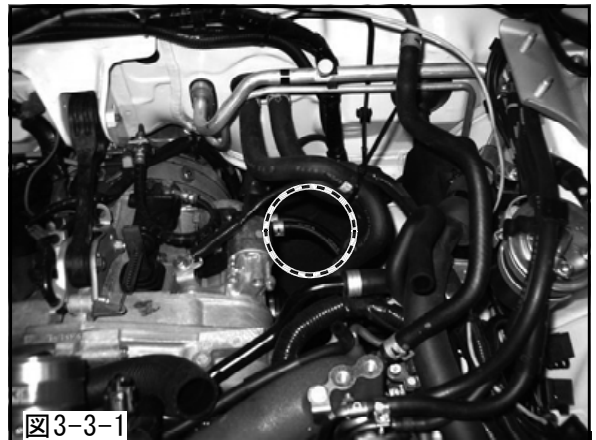

図3-3-1
- (1) インレットパイプNo.1にプラグプレートを取付けてください。
- (2) ヒーターホースのクランプを外し、タイラップ(大)でヒーターホースとアース線をまとめ、スタータ横にインレットパイプNo.1を通すスペースを確保してください。(図中○印部)(図3-3-1)